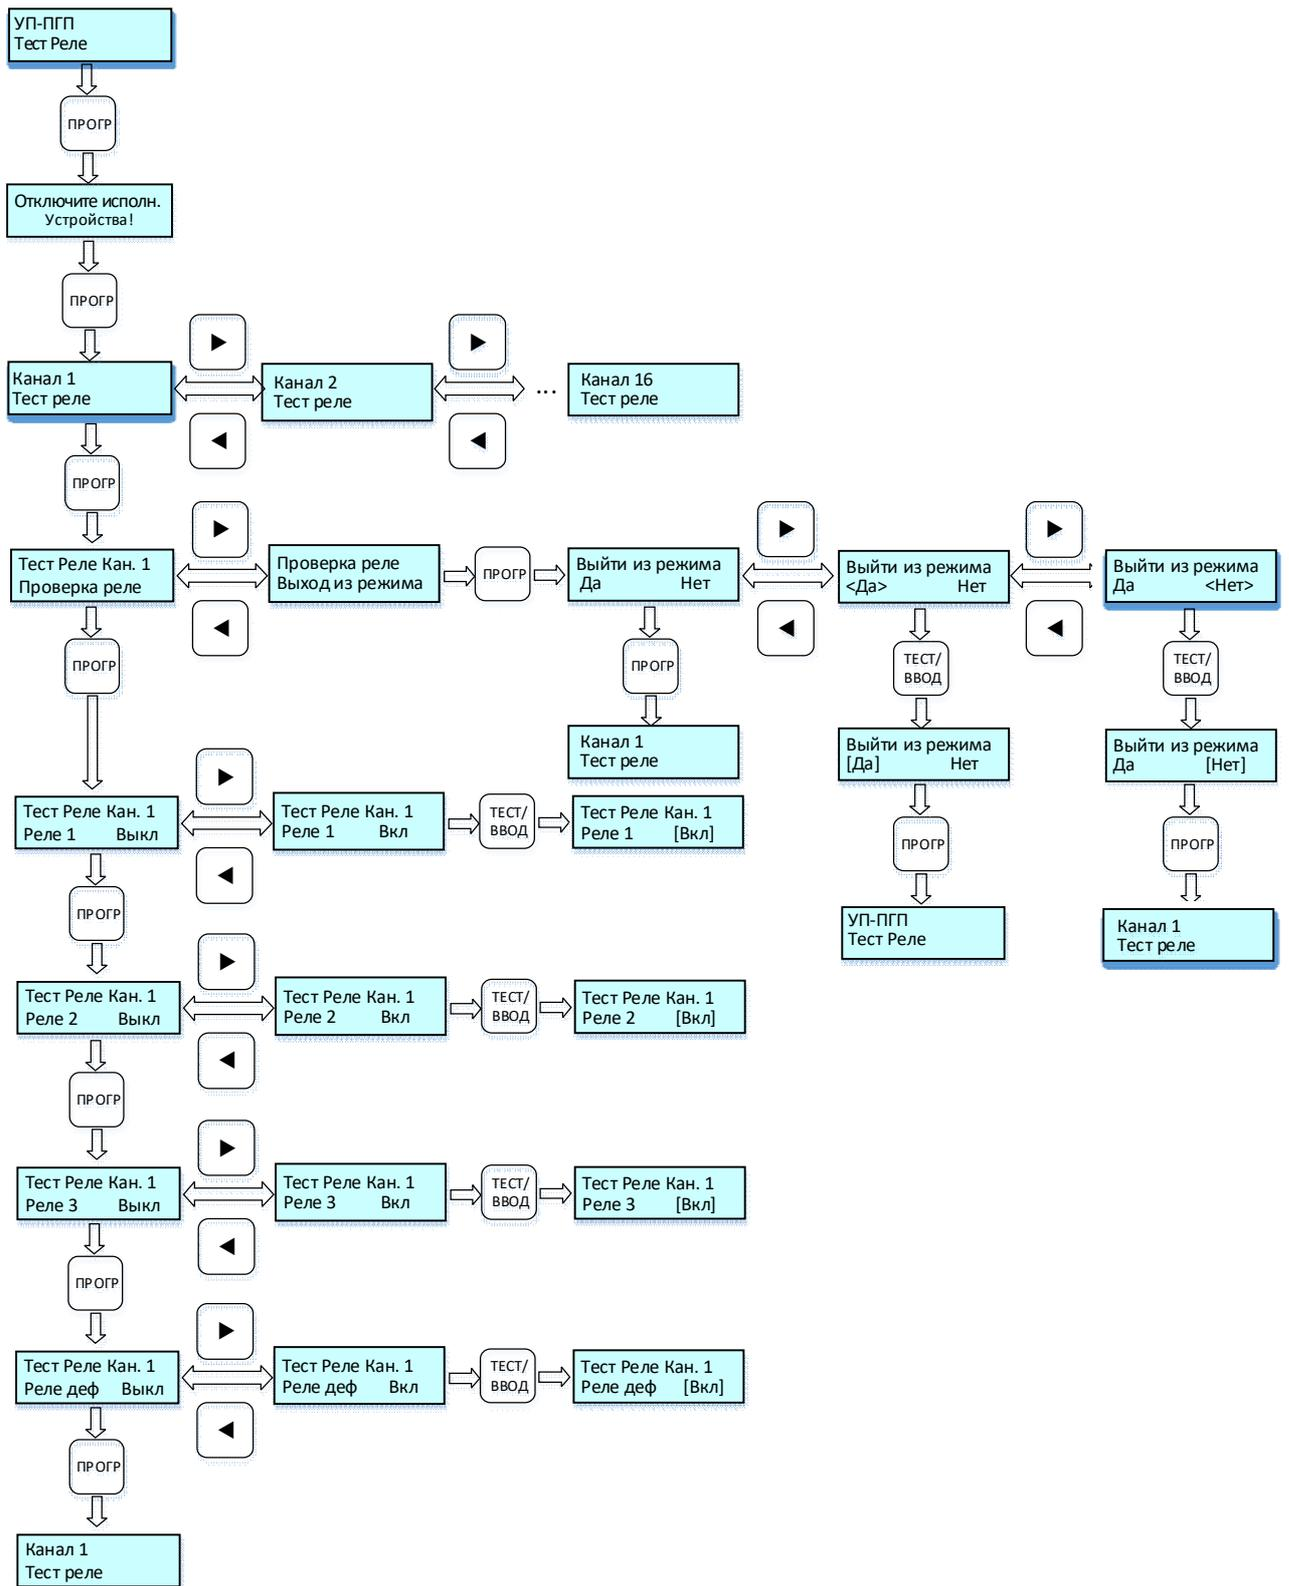

Рисунок 21 – Циклограмма выводимых сообщений на дисплей меню «УП-ППУ Тест реле».
2.4.3.29 Для **тестирования реле** выбрать в меню «УП-ППП Сервисный режим» кнопками «◀» или «▶» пункт меню «УП ППП Тест реле» и выполнить процедуры по циклограмме *рис. 21*: